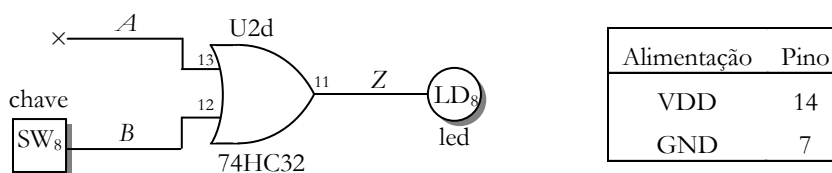

Figura 5.19 Porta lógica com entrada em aberto.
- ☐ No circuito anterior, deixe a entrada A em aberto como mostra a Figura 5.19 (remova o cabinho do pino 13).